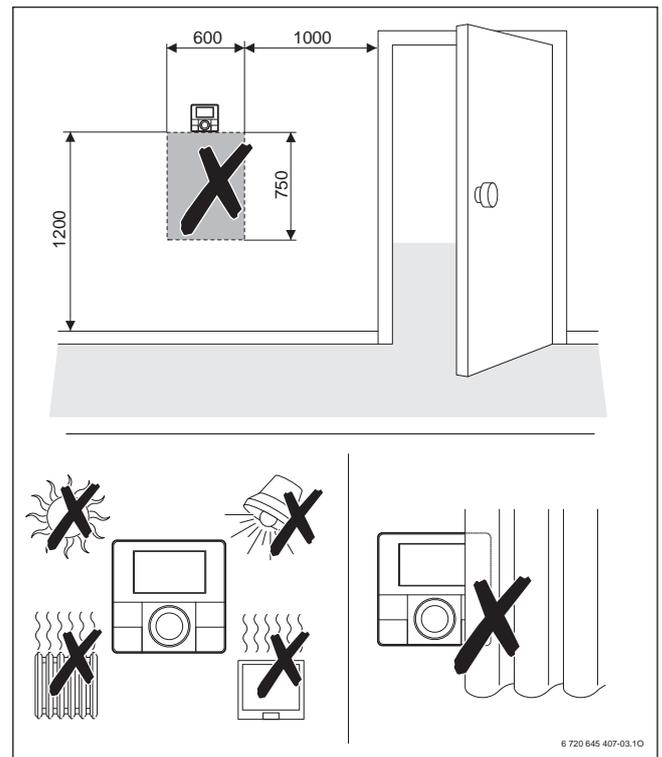

Bild 77 Position der Fernbedienung RC... im Referenzraum (Maße in mm)
- Bedieneinheiten für die raumtemperaturgeführte Regelung im Referenzraum installieren (→ Bild 77).